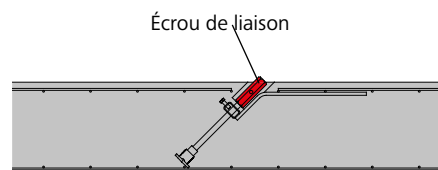

Fig. 30.2
Étape 2 : visser l'écrou de liaison sur la tige filetée, jusqu'en butée (Fig. 30.2).